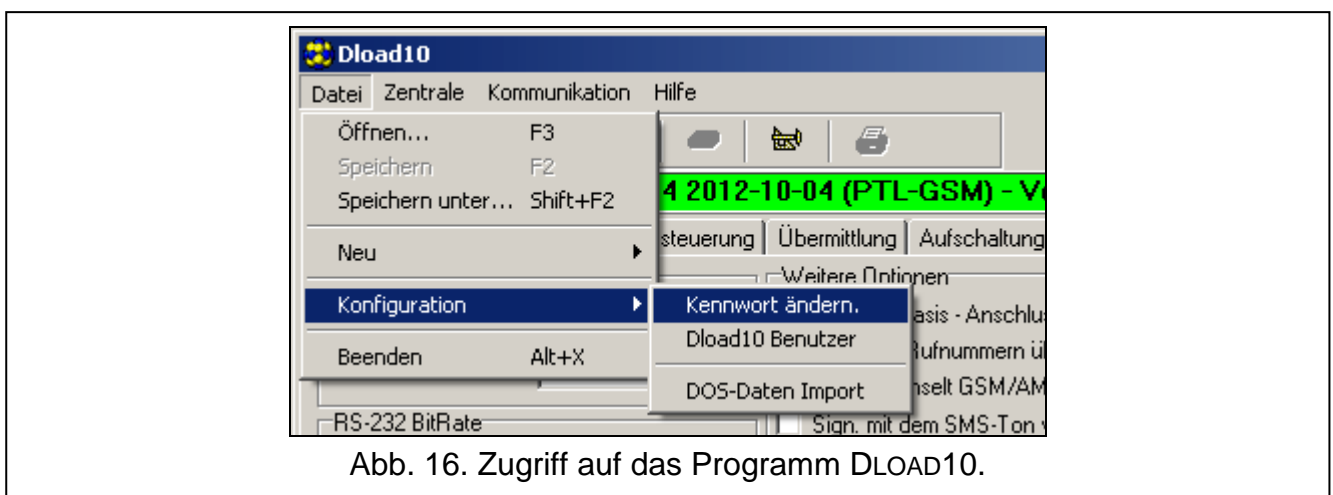

Abb. 16. Zugriff auf das Programm DLOAD10.
1. Im Menü „Datei“ wählen Sie „Konfiguration“, und „Kennwort ändern“ (siehe: Abb. 16).
Sie können auch zusätzliche Zugangskennwörter einstellen und die Berechtigungen definieren (im Menü „Datei“ wählen Sie den Befehl „Konfiguration“, und dann „Dload10 Benutzer“ – siehe: Abb. 16).